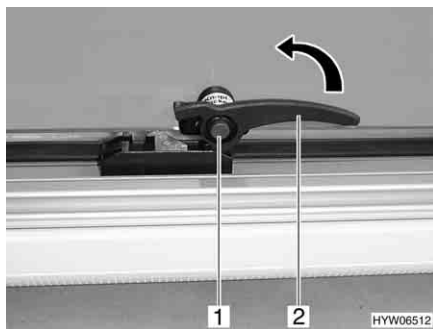

Fig. 35 Leva di serraggio in posizione "Chiuso"
- Premere il bottone di sicurezza (Fig. 35,1) e mantenerlo premuto.
- Ruotare la leva di serraggio (Fig. 35,2) di un quarto di giro verso il centro della finestra.
- In posizione "Completamente chiusa" (Fig. 35)